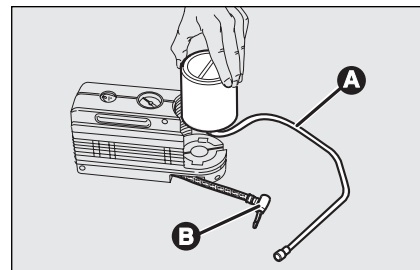

fig. 18
- ☐ desconecte el acoplamiento **B-fig. 18**;